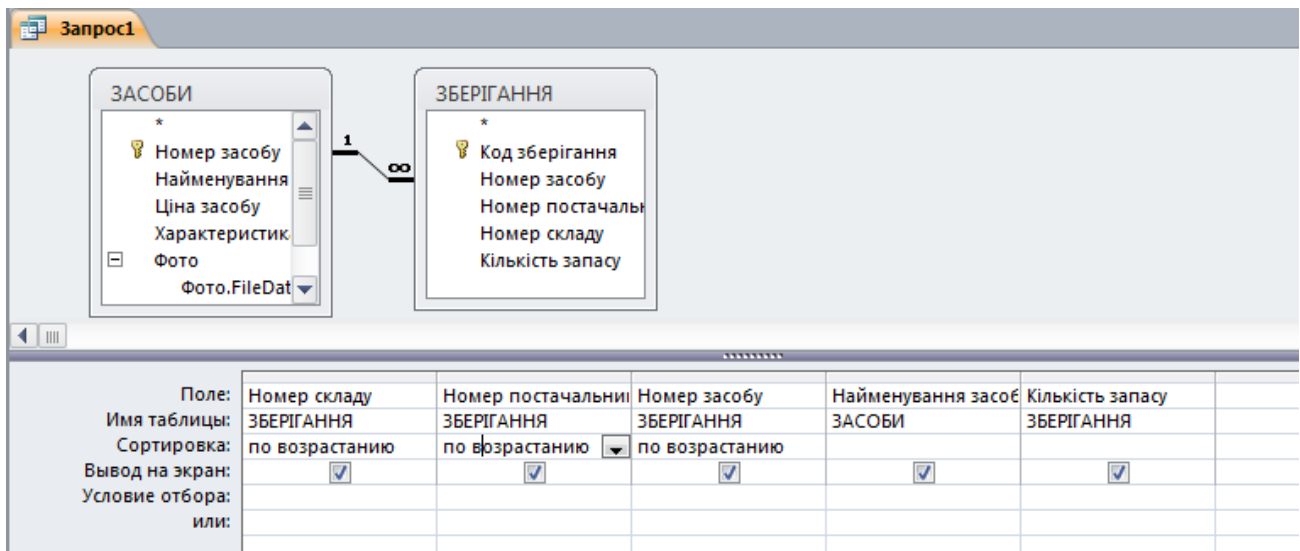

Рис. 4.21 – Структура запиту у вікні Конструктора
6. Додати у бланк Конструктора ще одне поле **Кількість запасу** з таблиці **ЗБЕРІГАННЯ**. У відповідність із цим запитом із таблиць **ЗАСОБИ** та **ЗБЕРІГАННЯ** будуть обрані тільки ті поля, які вказані в запиті (рис.4.21).
7. У рядку **Сортировка** встановити режим сортування **по возрастанию** для полів **Номер складу**, **Номер постачальника** та **Номер засобу** (рис. 4.21).